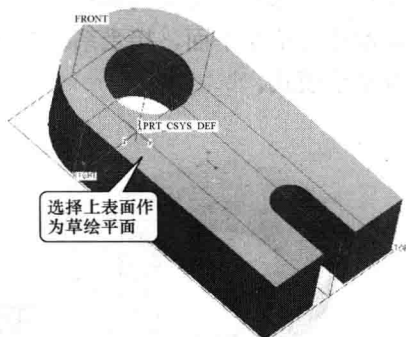

图 1-31 创建的拉伸特征
(1) 新建一个文件名为“EX01-01b”的零件文件。
(2) 创建厚度为“1”的底板。创建厚度为“1”的底板, 同拉伸增加材料方法的步骤 (2), 只是将该特征的拉伸深度值由 0.5 改为 1, 结果如图 1-31 所示。